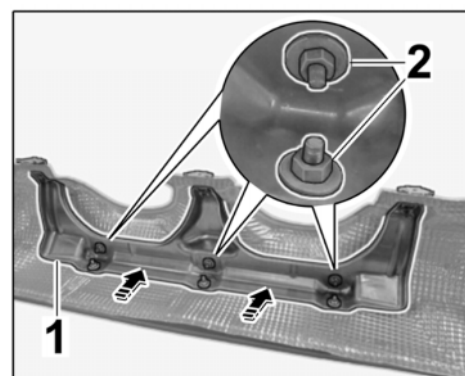

Bild 42
- 8.2.1 Heckstütze $\Rightarrow$ Bild 42 -1- auf
Sechskantmutter $\Rightarrow$ Bild 42